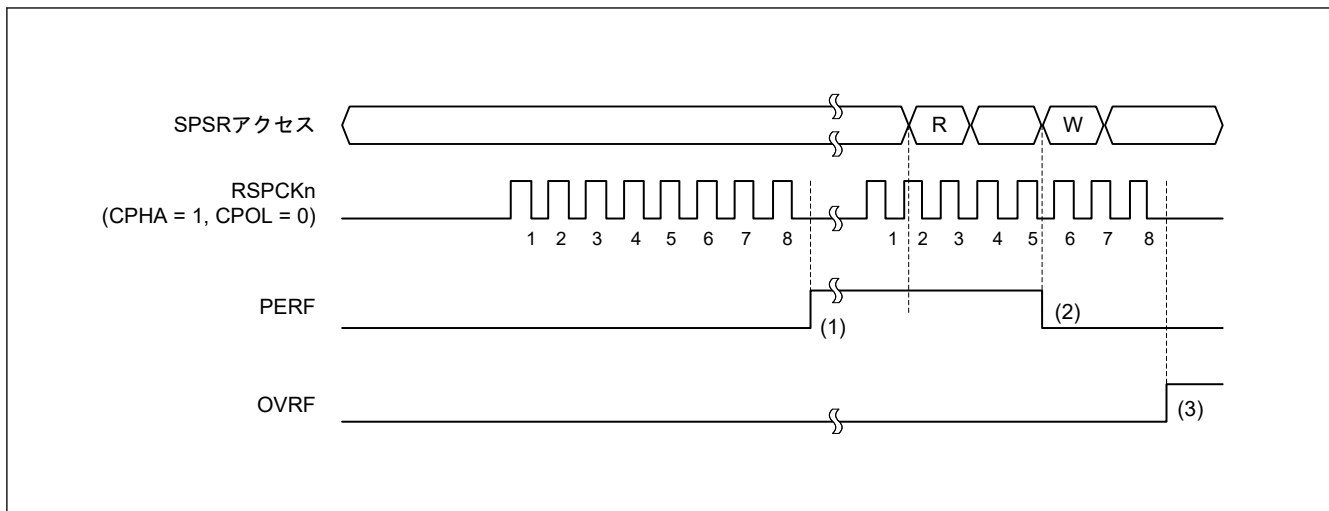

図 27.31 OVRF フラグおよび PERF フラグの動作例
図 27.31 に、OVRF フラグと PERF フラグの動作例を示します。図 27.31 に記載の SPSR アクセスは、SPSR レジスタへのアクセス状況を示しています。W は書き込みサイクル、R は読み出しサイクルを示しています。この例では、SPCR.TXMD ビットが 0、SPCR2.SPPE ビットが 1 の状態で全二重同期式シリアル通信を行います。SPCMD0.CPHA ビットが 1、SPCMD0.CPOL ビットが 0 の設定で、SPI が 8 ビットのシリアル転送を実行しています。RSPCKn 波形の下に記載した数字は、RSPCK サイクル数 (= 転送ビット数) を示しています。
以下に、図 27.31 の (1)~(3) に示したタイミングでのフラグの動作内容を説明します。